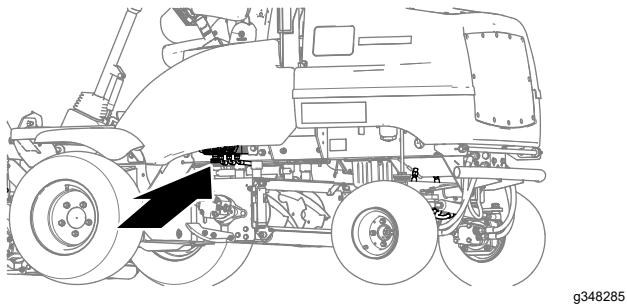

Bild 40
2. Lösen Sie auf der linken Seite der Maschine, unterhalb des Staufachs, das Arretierrad des Gewichtsverlagerungsverteilers um eine 1/2-Umdrehung gegen den Uhrzeigersinn, während Sie das Handrad festhalten (Bild 40).
3. Drehen Sie das Handrad für die Gewichtsverlagerung (Bild 40) wie folgt:
4. Ziehen Sie das Arretierrad wieder fest (Bild 40).